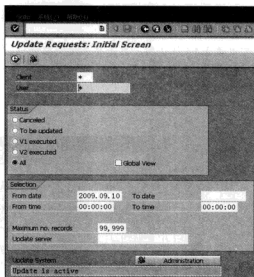

图 13-45 追踪系统升级信息
STEP 3 另外，在系统升级的过程中，还可以在命令栏中输入“SM13”命令，用于跟踪系统升级的情况监控追踪，如图 13-45 所示。在该界面中，输入用户、对应的集团代码以及开始时间，然后单击“**开始**”按钮，即可开始追踪。